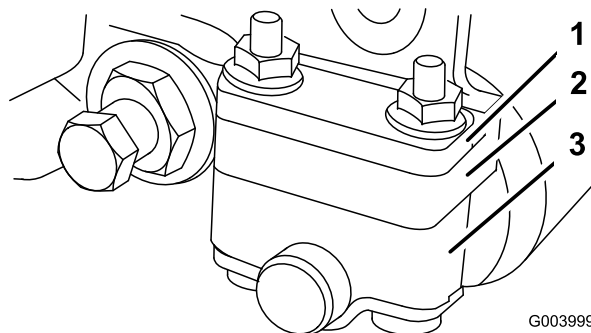
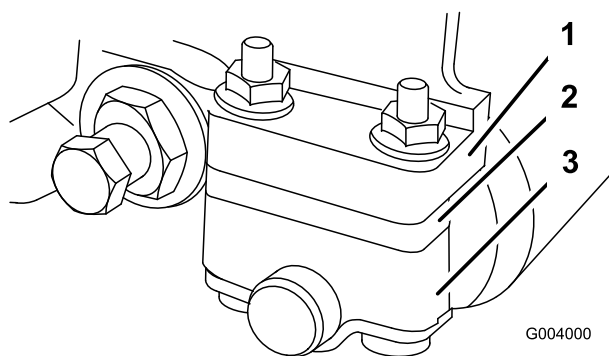

Figura 49
Figura 50
1. Ajuste los soportes del rodillo trasero a la posición superior o inferior, dependiendo del intervalo de alturas de corte deseado (Figura 49 y Figura 50).
- Coloque el espaciador debajo de la brida de montaje de la chapa lateral para obtener un intervalo de alturas de corte de 3 a 25 mm (Figura 50).